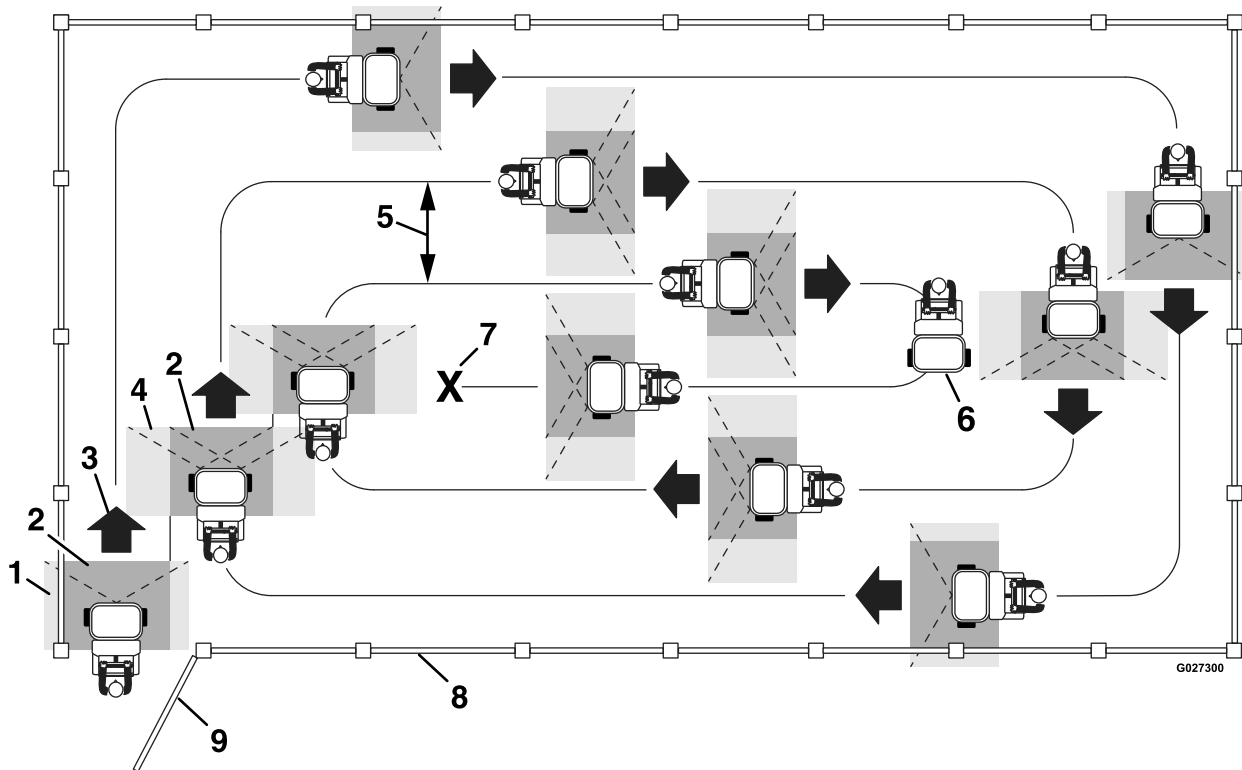

図 58
- 有効散布部に二重散布しないように注意して運転する 図 58を参照。